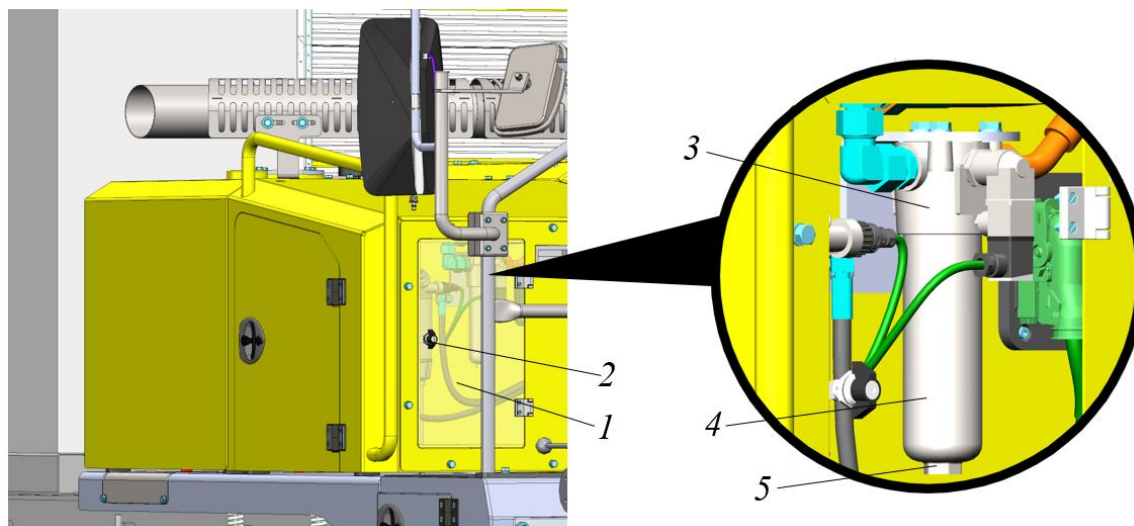

Рисунок 5.41. Фильтр напорный
Фильтр напорный размещен в ящике спереди, справа, см. рис. 5.41.
- ▶ Открыть поворотный замок 2, открыть дверцу ящика 1. Дверца открывается на себя, рис. 5.41.